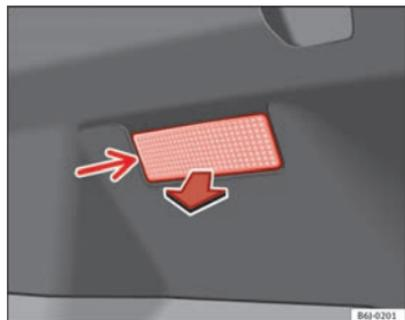

Fig. 166 Luz maletero
- Extraiga la tulipa haciendo presión sobre el borde de la parte interior de la misma -flecha- con ayuda de un destornillador por su parte plana ⇒ fig. 166.